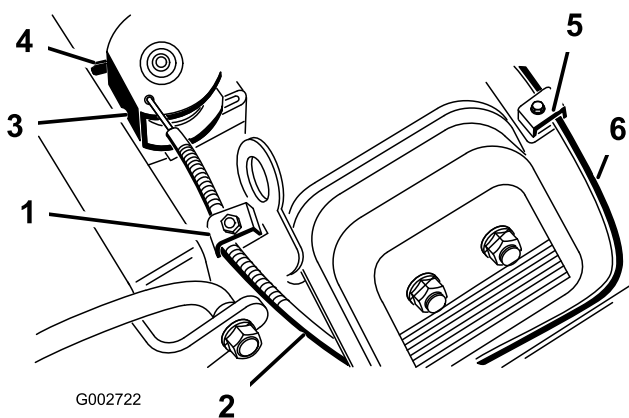

図 41
2. スロットルケーブルをエンジンに固定しているクランプのねじをゆるめる 図 41。
2. チョークケーブルをエンジンに固定しているクランプのねじをゆるめる 図 41。
4. チョークケーブル 図 41 を十分に引いてチョークを完全に閉じ、その位置でクランプのねじを締める。
4. スロットルケーブルを十分に引いて、スイベルの後部をストップに接触させる 図 41。